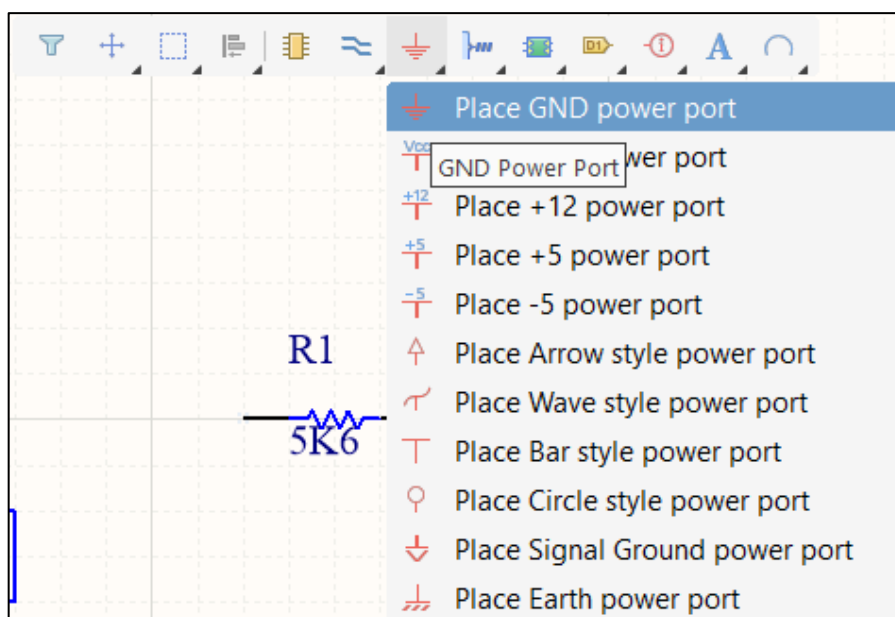

Fig. 1.18: Plaatsen van een Power Plane via de toolbar.
- Via de toolbar: <<Rechtermuisknop>> → **Place ... Port** (zie Fig. 1.18)